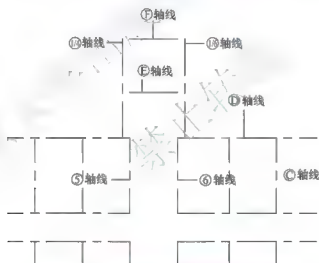

图 2.35 用【修剪】命令修剪后的图形
(2) 然后执行【修剪】命令(快捷键 TR)，将图形修剪成图 2.35 所示的状态。